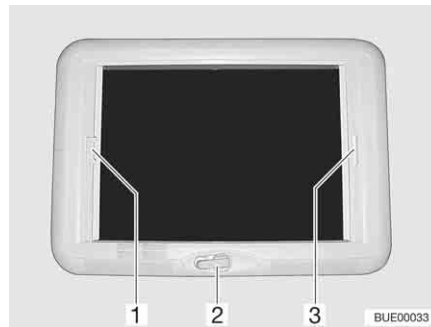

Fig. 93 Claraboya de manivela
- Abrir:* ■ Girar la manivela (Fig. 93,2) hasta que se note resistencia.
- Cerrar:* ■ Tirar del asidero (Fig. 93,3) del estor plegable y soltarlo en la posición deseada. El estor plegable se queda fijo en esta posición.
- Tirar del asidero (Fig. 93,1) de la protección contra insectos hacia el asidero opuesto del estor plegable (Fig. 93,3) y hacerlos engatillar.
- Presionar el tirador de la protección contra insectos (Fig. 93,1) por la parte de atrás hacia arriba y desengancharla del estor plegable (Fig. 93,3).